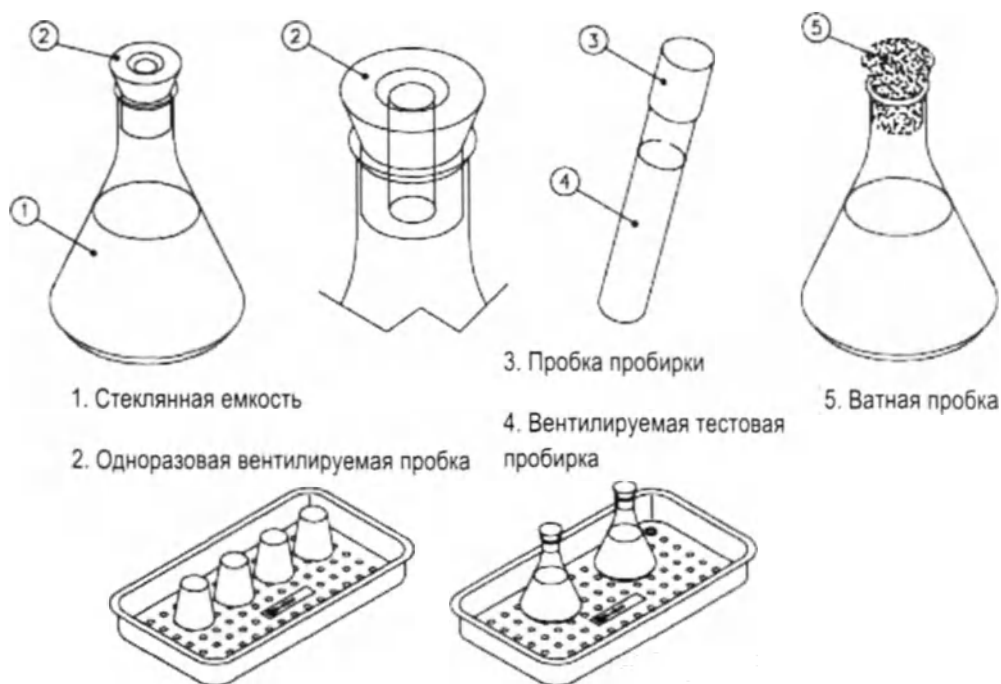

Рис. 14: Загрузка жидких материалов
- 2) Загрузить в камеру жидкости, как показано на Рис. 14, закрыть и заблокировать дверь.